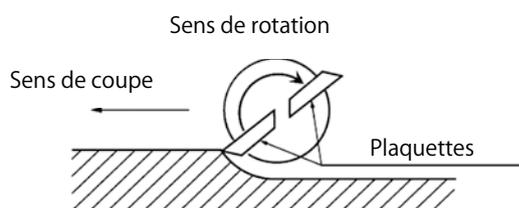

Fig.10
- (2) Placer la plaque de guidage sur la pièce à usiner, tenir le galet de guidage contre la pièce à usiner, puis tirer lentement l'outil vers soi ou le pousser vers l'avant pour introduire les plaquettes amovibles dans la matière. (Fig.10)